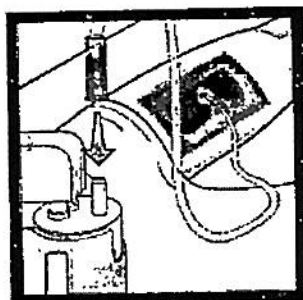

Figura 13
12. Conecte el extremo distal del tubo SpeedConnect™ con el conector cónico azul al puerto abierto del recipiente (**figura 13**). Empuje el conector girándolo con suavidad para ajustarlo correctamente.